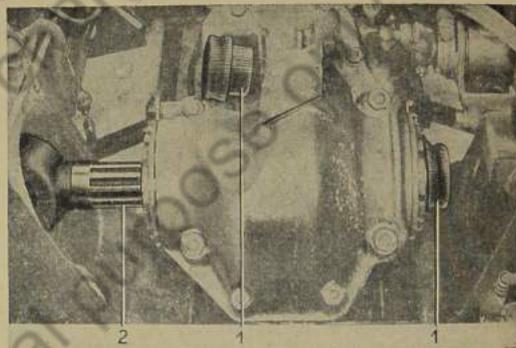

Bild 288: Radnabe mit Quergelenkwelle aus Vorderradantrieb herausziehen
8. Radnabe zusammen mit Quergelenkwelle nach außen abziehen (Bild 288).